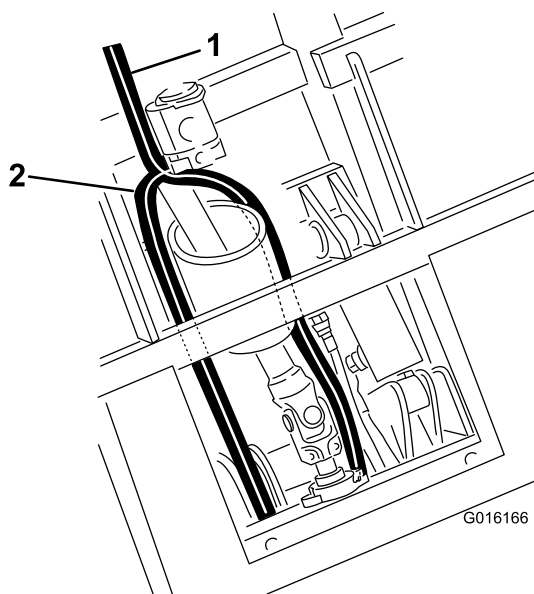

Figure 46
- Acheminez le flexible de pression sous le vérin de levage, entre les supports, jusqu'au distributeur (Figure 46).
- Acheminez le flexible de réservoir le long de l'arbre de PDF jusqu'au distributeur (Figure 46).